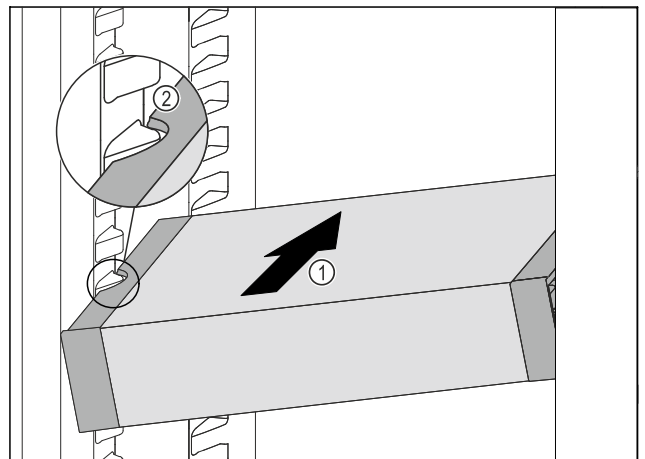

Fig. 88
- ▶ Työnnä VarioSafe vinoon asennossa jääkaappiosaan Fig. 88 (1), kunnes VarioSafen sivuilla olevat lovit Fig. 88 (2) ovat jääkaappiosassa olevien kotelokiilojen tasolla.